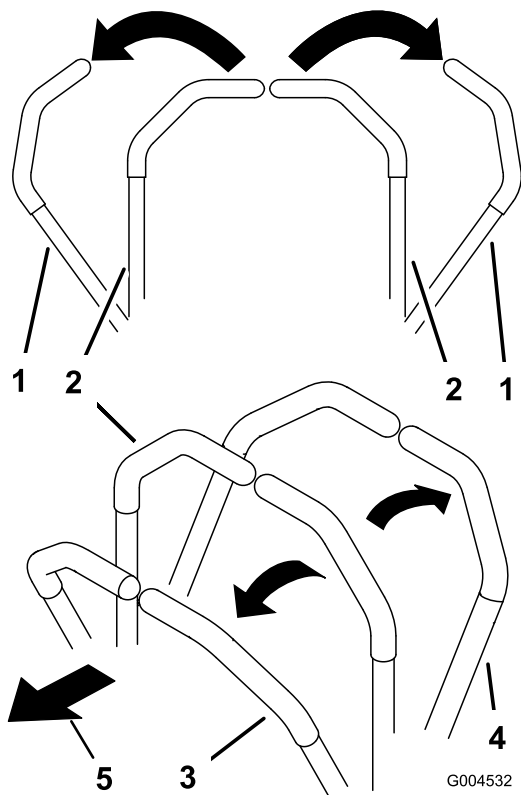

Figura 25
- Para desplazarse hacia adelante en línea recta, empuje lentamente las palancas de control de movimiento hacia adelante (Figura 25).
- Para desplazarse hacia atrás en línea recta, tire lentamente de las palancas de control de movimiento hacia atrás (Figura 25).
- Para girar, ralentice la máquina tirando hacia atrás de ambas palancas, y luego empuje hacia adelante la palanca del lado opuesto del sentido de giro (Figura 25).